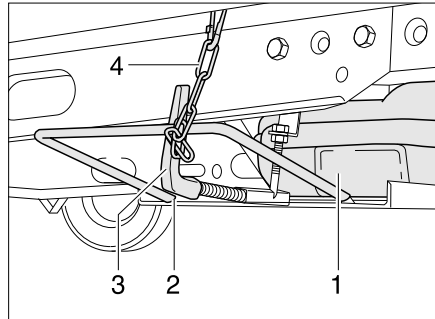

Bild 149 Abwassertank in Halterung unter dem Fahrzeug
- Sicherungskette (Bild 149,4) lösen.
- Drehgriff (Bild 149,3) nach innen drücken und eine viertel Umdrehung im Uhrzeigersinn drehen.
- Abwassertank mit der Halterung (Bild 149,2) nach vorn und unten schwenken.
- Abwassertank (Bild 149,1) entnehmen.